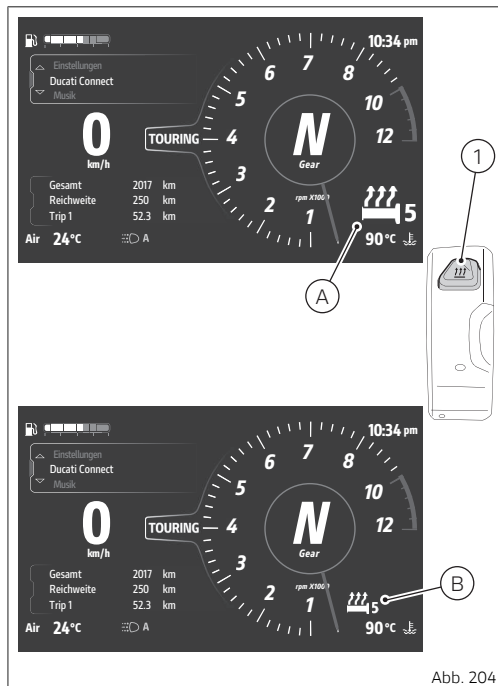

Abb. 204
Auf das Drücken der Taste (1, Abb. 204 S.232) öffnet sich die entsprechende Anzeige der Heizstufen der Lenkergriffe (I) und der Fahrsitzbank (J). Beim Öffnen dieser Anzeige ist die Angabe für die Wahl der Stufe der
- Zum Aktivieren der spezifischen Anzeige die Taste (1, Abb. 204 S.232) drücken.
- Zum Aktivieren der spezifischen Anzeige die Taste (I, Abb. 204 S.232) drücken.
- Die Markierung der Heizstufen nun über den Joystick ► auf die Angabe der Heizung der Fahrersitzbank (J) setzen.
Wurden sowohl die beheizten Lenkergriffe als auch die beheizte Fahrersitzbank installiert, reicht ein längeres Drücken der Taste (I, Abb. 204 S.232) aus, um die Heizung mit den beim letzten Fahreinsatz vorgenommenen Einstellungen ein-/ auszuschalten.